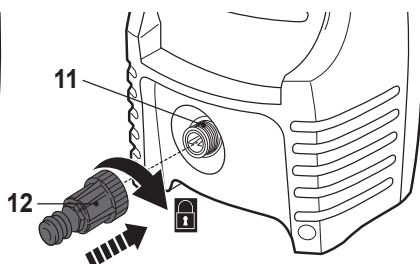

Рис. 12
- > Прикрутите разъем водяного шланга (12) к подводу воды (11) (Рис.12).